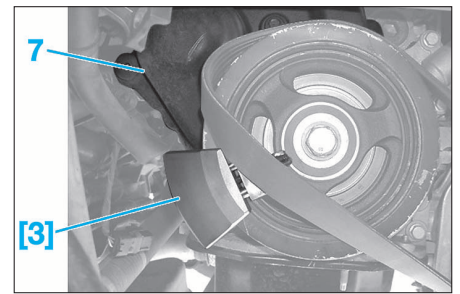

FIG. 20
- Tourner jusqu'à enlever la courroie. Toutefois, prendre garde à ne pas toucher le carter de distribution (7) (Fig.20).